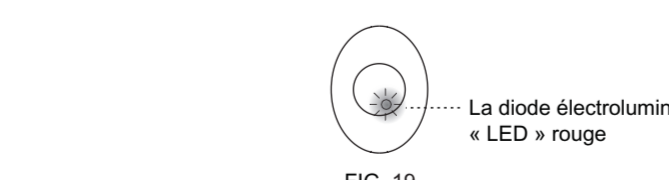

FIG. 19
- 4.2.1.1 Une diode électroluminescente « LED » rouge est intégrée pour KDP-9 2C et KDP9 360 MINI, lorsque le détecteur est déclenché, elle s'allume pendant env. 2 secondes pour un fonctionnement clair (voir FIG. 19).
- La diode électroluminescente « LED » comme un indicateur agit (voir FIG. 19).